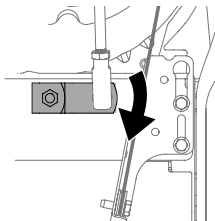

Figure 50
3. Le levier de vitesse à l'arrière de la transmission doit être complètement tourné vers le bas. Voir (Figure 50).
4. Tournez la virole vers le haut ou vers le bas sur la tige du levier de vitesse jusqu'à ce qu'elle s'aligne avec le trou supérieur du levier de vitesse. Voir Figure 50.